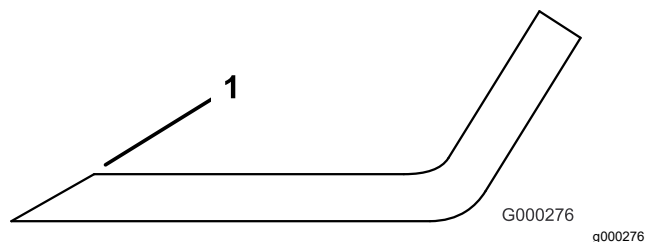

Рисунок 27
1. Заточите режущие кромки на обоих концах ножа (Рисунок 27).